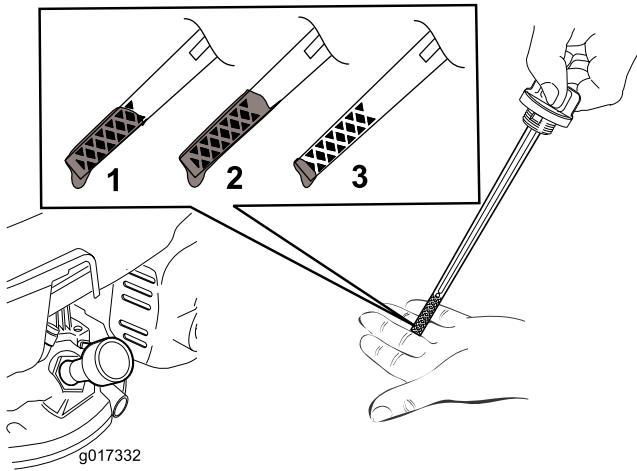

图11
- 要确定量油尺上的机油油位是否合适，请参阅图11)。
注意: 向发动机曲轴箱添加机油, 直到量油尺显示机油油位达到图11 中所示的正确位置。如果发动机加注机油过多, 则需要按照“更换机油”一节的说明, 放掉多余机油。